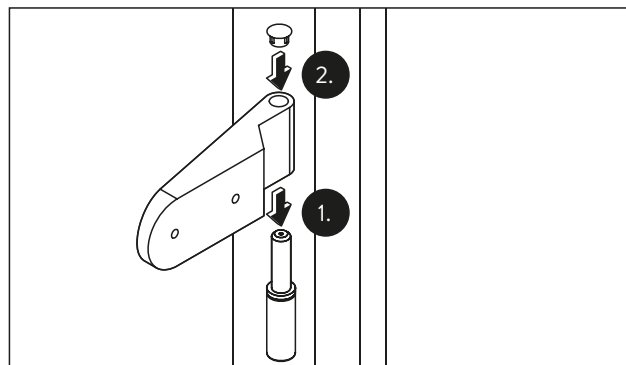

Abb. 8 Türbänder montieren
1. Die Türbänder auf die Rahmenteile stecken (Abb. 8).
2. Die Kappen aufstecken (Abb. 8).